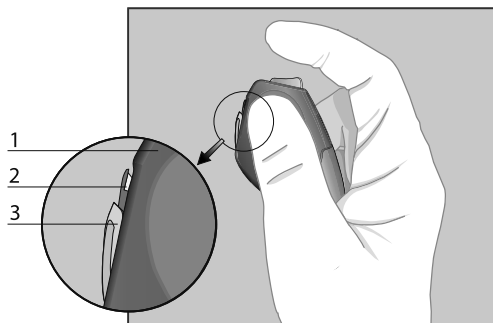

Fig. 1: Maintien de l'outil de découpe, dispositif de blocage non ouvert
- 1 Tenir l'outil de découpe dans une main et, dans l'autre, la sonde avec la gaine à retirer - voir la figure 1.